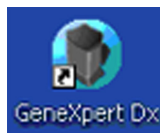

Figura 5-5. Icono de acceso directo del GeneXpert Dx System
- En el escritorio de Windows, haga doble clic en el ícono de GeneXpert Dx. Consulte la figura 5-5.